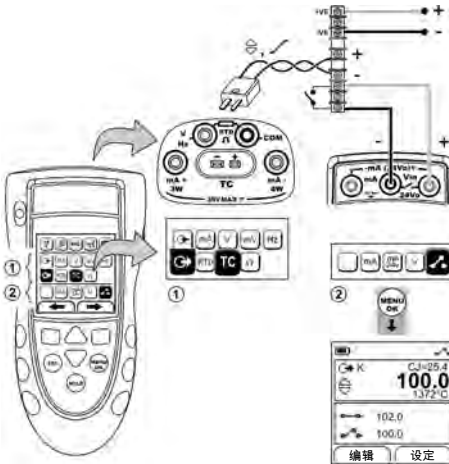

图 12: 示例配置- 交换机测试
1. 连接设备（图 12），如果有必要，调整设置（表 1）。